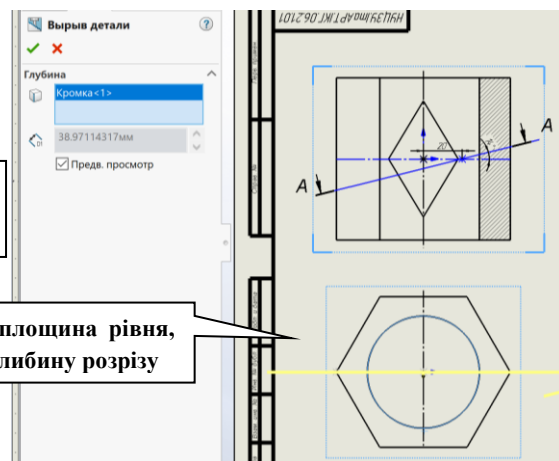

Рис. 44
- на панелі **Кресленик** обрати кнопку **Вириг деталі**  вказати глибину розташування січної площини (рис. 44). Натиснути ОК .